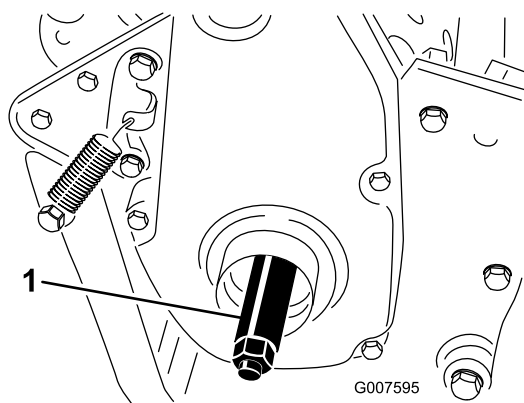

図 6
3. 右側ホイール・シャフトを機体の右側にある駆動プーリのネジ穴にねじ込む (図 6)。